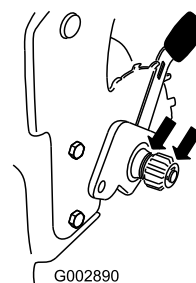

Figura 42
2. Aplique aceite lubricante al interior y al exterior del engranaje según se indica (Figura 42).